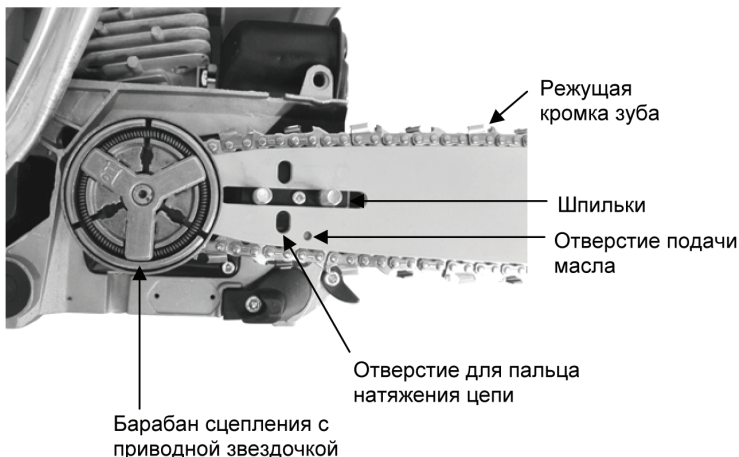

Рис. 4
4. Установите шину на шпильки (Рис. 4)
5. Наденьте цепь на зубчатую приводную шестерню (Рис. 4), затем наденьте цепь на шину таким образом, чтобы зубья цепи были направлены режущими кромками по ходу движения цепи (по часовой стрелке).